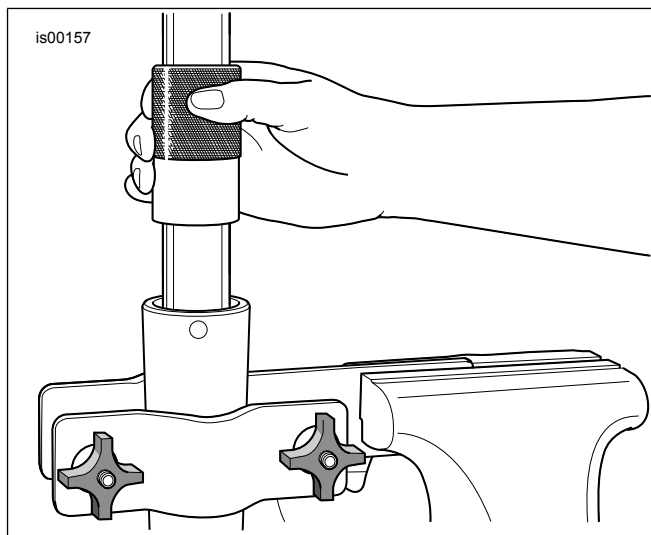

Figura 7. Instalación del sello de aceite de la horquilla
12. Recubre Diámetro interior (ID) y Diámetro exterior (OD) del buje deslizante (E) con aceite para horquillas limpio.
14. Deslice el sello del espaciador (D) por el tubo de la horquilla hasta que haga contacto con el buje del deslizador (en cualquier dirección).
15. Recubre el ID del **nuevo** sello de aceite de la horquilla (4) con aceite para horquillas limpio.
18. Consulte la Figura 7. Ten a mano la herramienta de sello de la horquilla y cojinete (HD-45305) y procede de la siguiente manera:
- b. Consulte la Figura 7. Mediante una herramienta como un martillo deslizante, empuja el sello de aceite de la horquilla (con el sello del espaciador y el buje del deslizador) hacia abajo del tubo de la horquilla hasta que la ranura de la presilla de retención sea visible en el ID del deslizador de la horquilla.